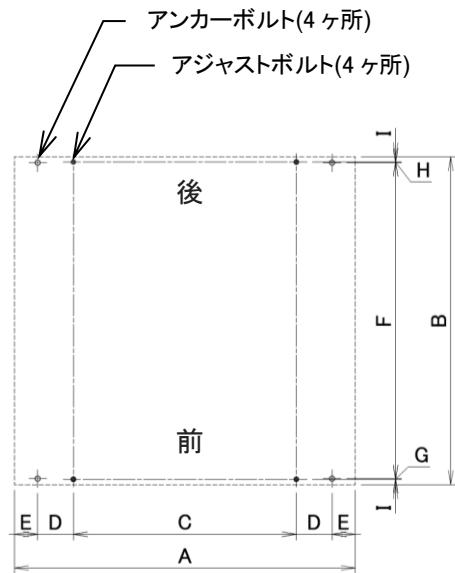

図 4-2
- 機械の据付は、機械自重による床荷重(530kg/m^2)に充分耐えられる所で、かつ、水平な所であれば、特別な基礎工事の必要はなく、簡易基礎にて水平を出し、4 本のアンカーボルトにて固定するだけです。ただし、特に地盤の弱い所は、(図 4-2)を参照の上基礎工事をしてください。また、機械の据付は水平器を用いて、左右は水平にし、機械の前後方向は機械前側が少し上がり気味になるように据付してください。